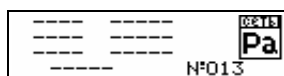

Рис. 9. Запись показаний
7. Для сохранения результата нажмите и удерживайте в течении двух секунд кнопку **S**. При этом на индикаторе прибора должны произойти следующие изменения: показания прибора сменятся на прочерки, а в правой части нижней строки отобразится номер ячейки, в которую были записаны показания прибора (рис. 9).